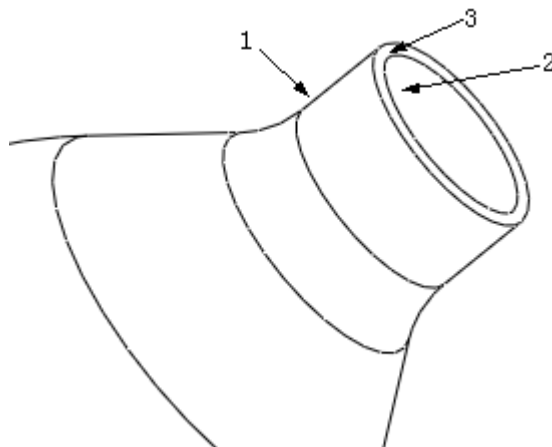

图 3-221
- (1) 单击特征工具栏中的, 打开圆角特征操控板。
- (2) 按下 Ctrl 键, 分别选中图 3-221 中箭头 1、2 指示的曲面。